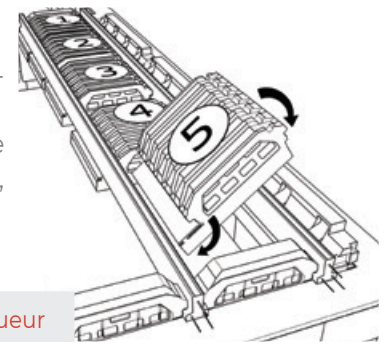

Figure 6
- Poser l'entrevous Isoleader, Isoleader SPX ou IsoGP en appui continu sur les 2 poutrelles situées de part et d'autre de l'entrevous (Figure 6)